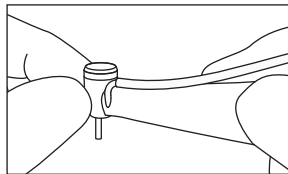

Fig. 10
- 5) Après l'arrêt de la rotation de l'instrument, touchez la tête de l'instrument pour confirmer qu'elle ne chauffe PAS anormalement (Fig. 10).